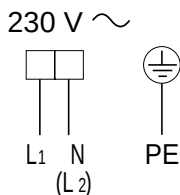

Fig. 6.1
- Connecter les câbles de phase à la borne "D" et le câble de terre à la vis "E" suivant le schéma de la fig. 6.1.